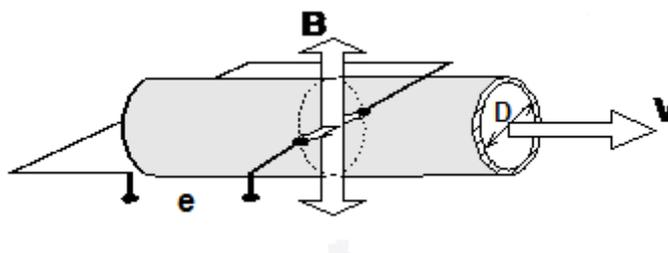

Рисунок 1 – Схема принципиальная расходомера электромагнитного
1.5.1 Принцип работы расходомеров основан на явлении электромагнитной индукции – наведении э.д.с. в проводнике, движущемся в магнитном поле (рис. 1). При движении электропроводящей жидкости в поперечном магнитном поле, в ней, как в проводнике, наводится э.д.с. Величина э.д.с. (\mathcal{E}), согласно закону Фарадея, пропорциональна диаметру внутреннего сечения трубопровода D , магнитной индукции в канале B , и средней по сечению скорости потока V . При постоянном значении индукции магнитного поля значение э.д.с. зависит только от скорости потока жидкости, а, следовательно, от объемного расхода.